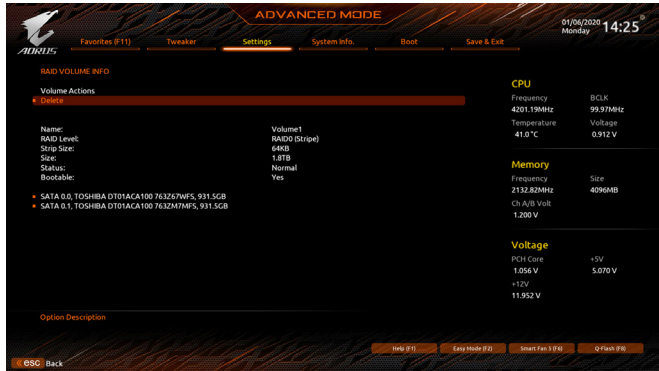

图4
完成后回到「Intel(R) Rapid Storage Technology」画面，即可在「RAID Volumes」处看到建立好的磁盘阵列。若要检视更详细的数据，可在该磁盘阵列上按<Enter>键，即可看到例如磁盘阵列模式、区块大小、磁盘阵列名称及磁盘阵列容量等信息(图4)。